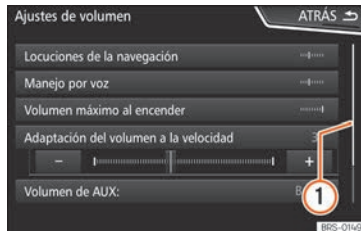

Fig. 180 Entradas de una lista de un menú de ajustes.
La barra de desplazamiento se muestra a la derecha y su tamaño depende de las entradas de la lista »» fig. 180 ①.